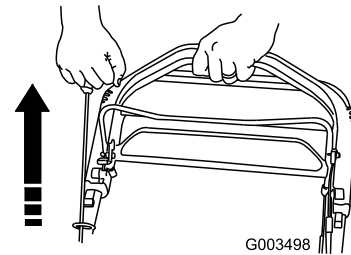

Figura 17
2. Tire del arrancador de retroceso (Figura 17).